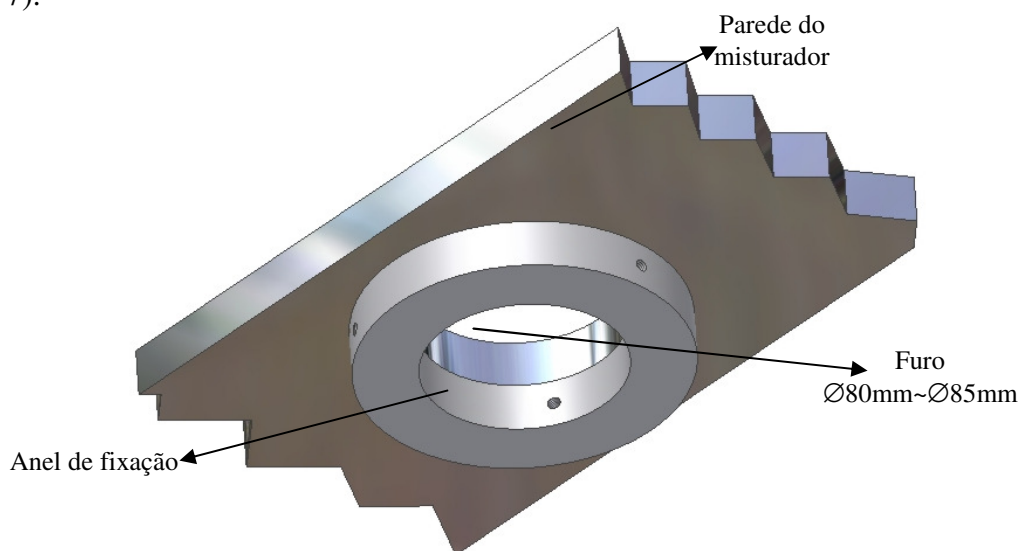

Figura 7 - Montagem do ANEL DE FIXAÇÃO na parede do misturador.
① Verificar o tipo de misturador onde o sensor será instalado. Escolher o local de instalação conforme observações deste manual. Abrir um furo de 80 mm a 85 mm de diâmetro na parede do misturador.
② Soldar o ANEL DE FIXAÇÃO (fornecido com o equipamento) centralizado no furo aberto (Figura 7).